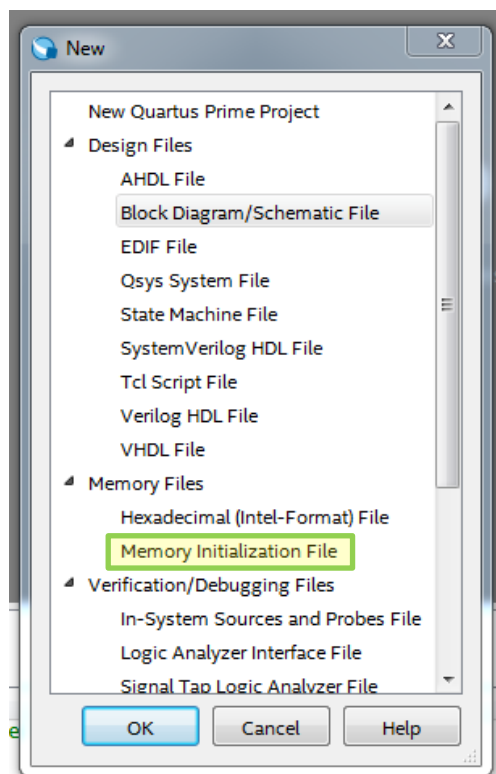

Рис. 4 Окно выбора типа создаваемого проектного файла (design file)
- 2.1. Выполните «**File -> New**», откроется окошко «**New**» (рис.4) с выбором типов создаваемых файлов.